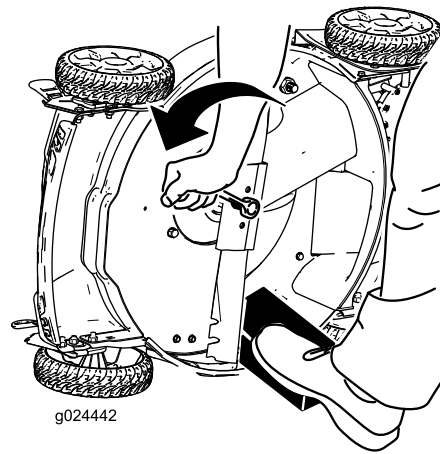

Figura 25
3. Utilice un bloque de madera para inmovilizar la cuchilla (Figura 25).
4. Retire la cuchilla girando el perno de la cuchilla en sentido antihorario, conservando todas las fijaciones de montaje para la instalación de la cuchilla nueva (Figura 25).